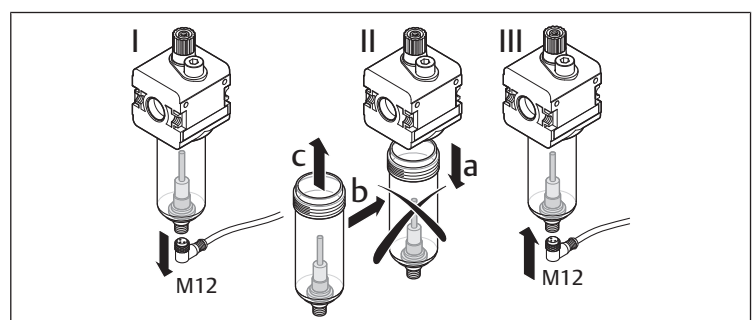

Abb. 7: Behälter mit Sensor austauschen
- ▶ Lösen Sie den M12-Stecker des Sensors von der Anschlussbuchse an der Unterseite des Ölbehälters (→ Abb. 7 I).
- ▶ Verbinden Sie den Sensor über einen M12-Stecker mit der Anschlussbuchse an der Unterseite des Ölbehälters (→ Abb. 7 III).
→ Abb. 7
▶ Lösen Sie den M12-Stecker des Sensors von der Anschlussbuchse an der Unterseite des Ölbehälters (→ Abb. 7 I).
▶ Tauschen Sie den alten Behälter gegen einen neuen Behälter aus (→ Abb. 7 II b, c).
▶ Verbinden Sie den Sensor über einen M12-Stecker mit der Anschlussbuchse an der Unterseite des Ölbehälters (→ Abb. 7 III).